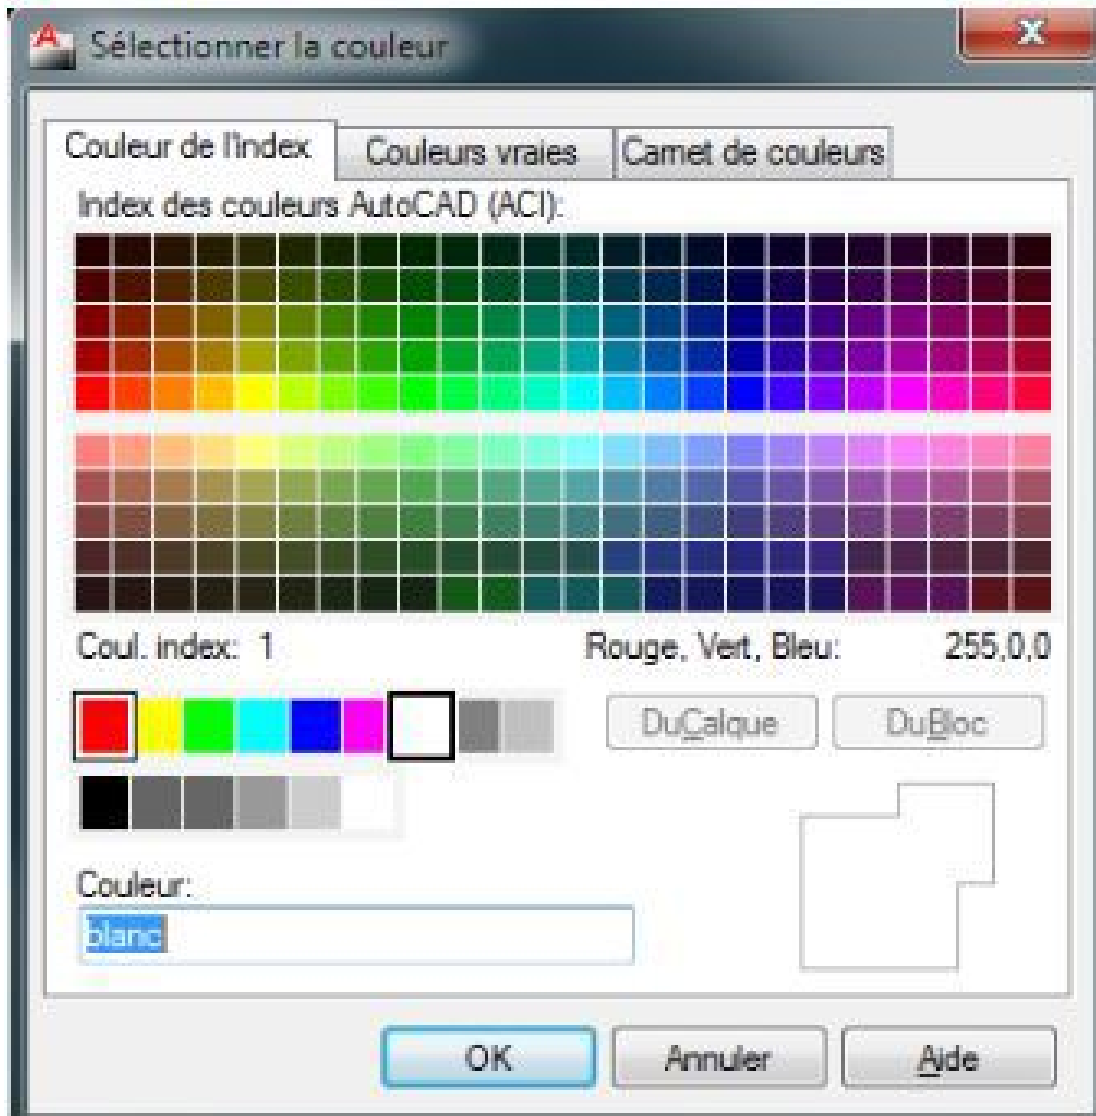

Fig. II-15
- Une boîte de dialogue s'ouvre. Sélectionnez une couleur (vert par exemple) puis validez (Fig. II-15).